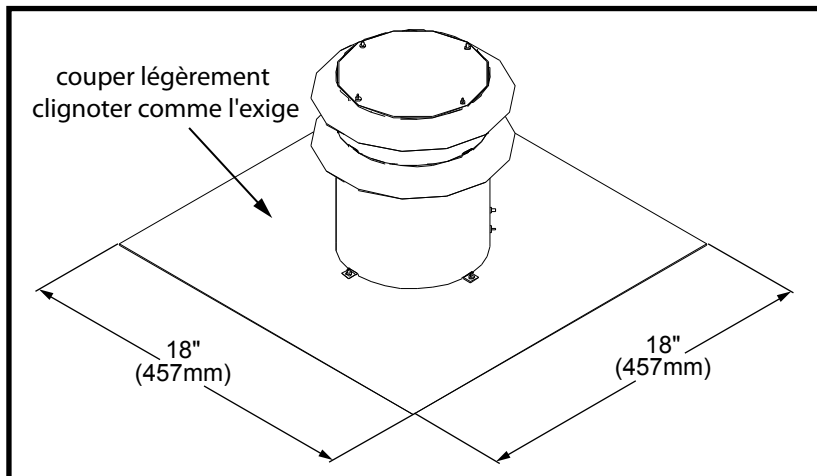

Figure 26: dimensions génériques pour capuchon de l'évent
4. La plupart des bouchons de ventilation peut être installé sur les cheminées avec des ouvertures de combustion jusqu'à 16 "(406mm) x 16" (406mm) et le clignotement réelle est de 18 "x18" (voir la figure 26). Si la cheminée est plus petit que le plafond devrait être revu à la baisse et repliée.
5. Appliquer un cordon de mastic de ciment poêle à la partie supérieure de la Ø3 "(76mm) collerette évent. Glissez l'évent Ø3 "(76mm) flex sur la buse et le fixer avec trois (3) vis à tôle régulièrement espacées.
6. Placer un cordon de silicone haute température sur le collier d'admission de la cheminée, faites glisser la chemise d'admission Ø3 "(76mm) flex-dessus du collet, fixer la doublure souple avec trois (3) vis à tôle régulièrement espacées.
7. Au sommet de la cheminée, appliquer un cordon de mastic de ciment poêle à la Ø3 "(76mm) tuyau de l'évent d'échappement. Glissez la doublure souple sur le terminal de ventilation et le fixer avec trois (3) vis à tôle régulièrement espacées.
8. Placer un cordon de silicone haute température sur le collier d'admission de l'évent. Glissez la doublure d'admission Ø3 "(76mm) flex-dessus du collet, fixer la doublure souple avec trois (3) vis à tôle régulièrement espacées.